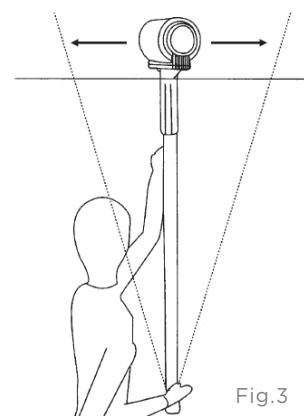

Fig.3
4. Ao usar a vara, certifique-se sempre de estar posicionado diretamente sob o peso do rolo (Fig. 3).